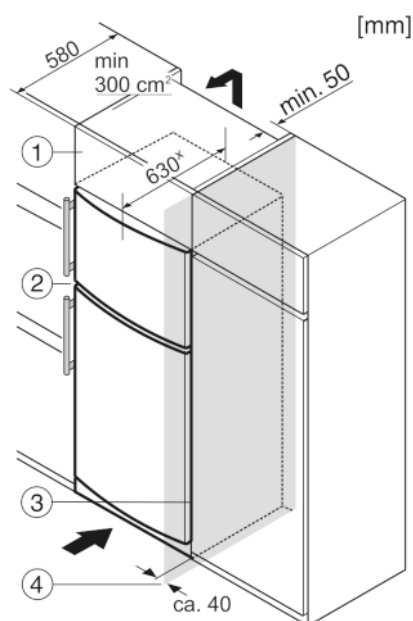

Fig. 7
- (1) Nastavná skříňka
- (2) Přístroj
- (3) Kuchyňská skříň
- (4) Stěna
Zařízení lze zabudovat do vybavení kuchyně. K vyrovnání přístroje *Fig. 7 (2)* na výšku kuchyňské linky lze na přístroj nasadit odpovídající nástavec *Fig. 7 (1)*.
Při montáži do kuchyňských skříní (hloubka max. 580 mm) lze přístroj instalovat hned vedle kuchyňské skříně *Fig. 7 (3)*. Přístroj přesahuje přední stěnu kuchyňské skříně na stranách o 34 mm* a uprostřed o 50 mm*.
Když se přístroj instaluje závěsy vedle stěny *Fig. 7 (4)*, musí být vzdálenost přístroje od stěny alespoň 40 mm. To odpovídá přesahu madla při otevřených dveřích.